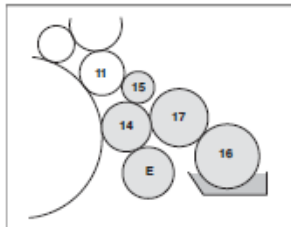

図9 ローラ配置図
- 水元ローフ (図 9/16)
- 計量ローフ (図 9/17)
- 中間ローフ (図 9/15)
- 水着けローフ (図 9/14)
- 保水ローフ (図 9/E)
湿し装置は中間ローフ (図 9/15) を介して第 1 インキ着けローフ (図 9/11) と接続されています。接続は制御コンソールの機能ボタン「中間ローフ ON/OFF」で切り離せます。